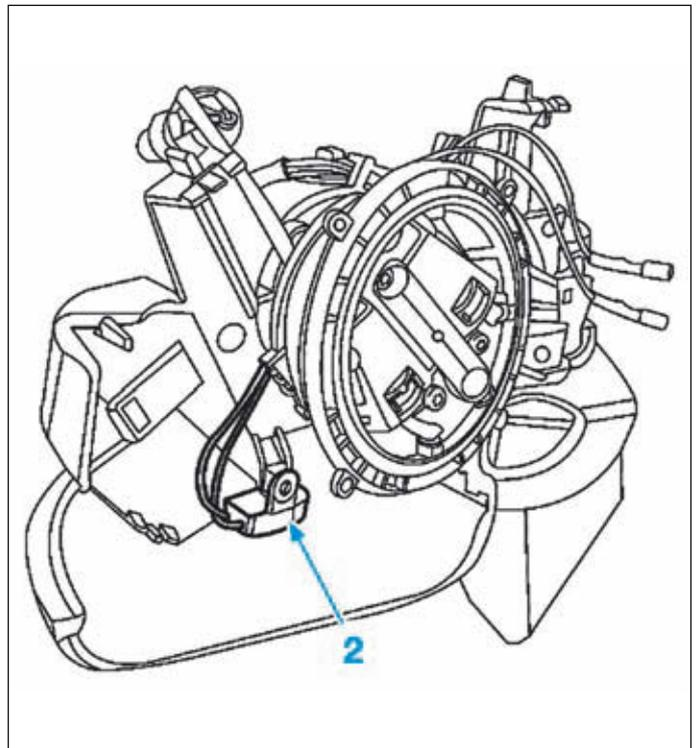

FIG.67
- la sonde de température extérieure (2) puis couper les fils (Fig.67).